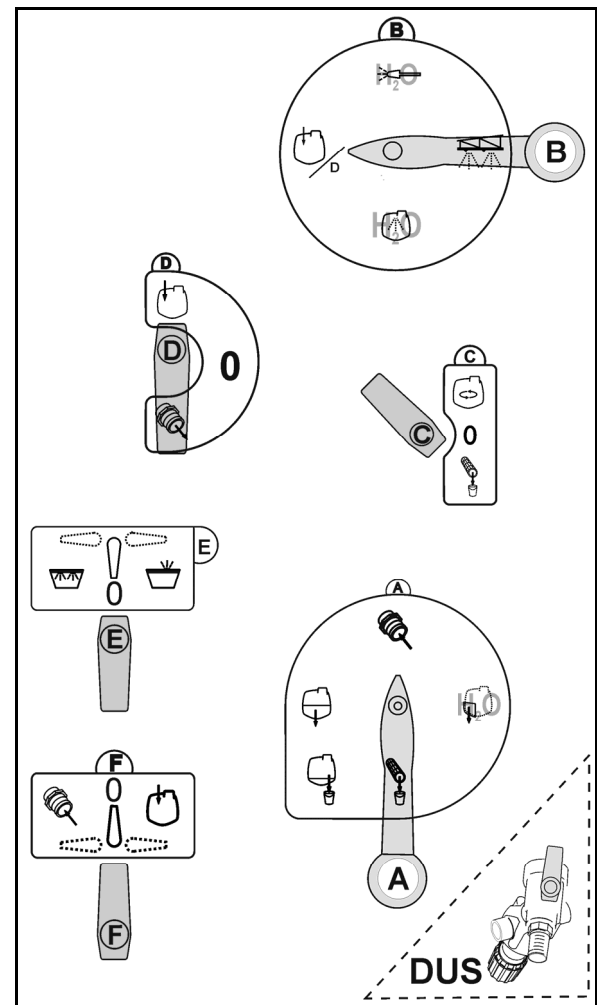

Bild 13
5. Ställ inställningsvreden i manöverfältet i angiven position (Bild 13):